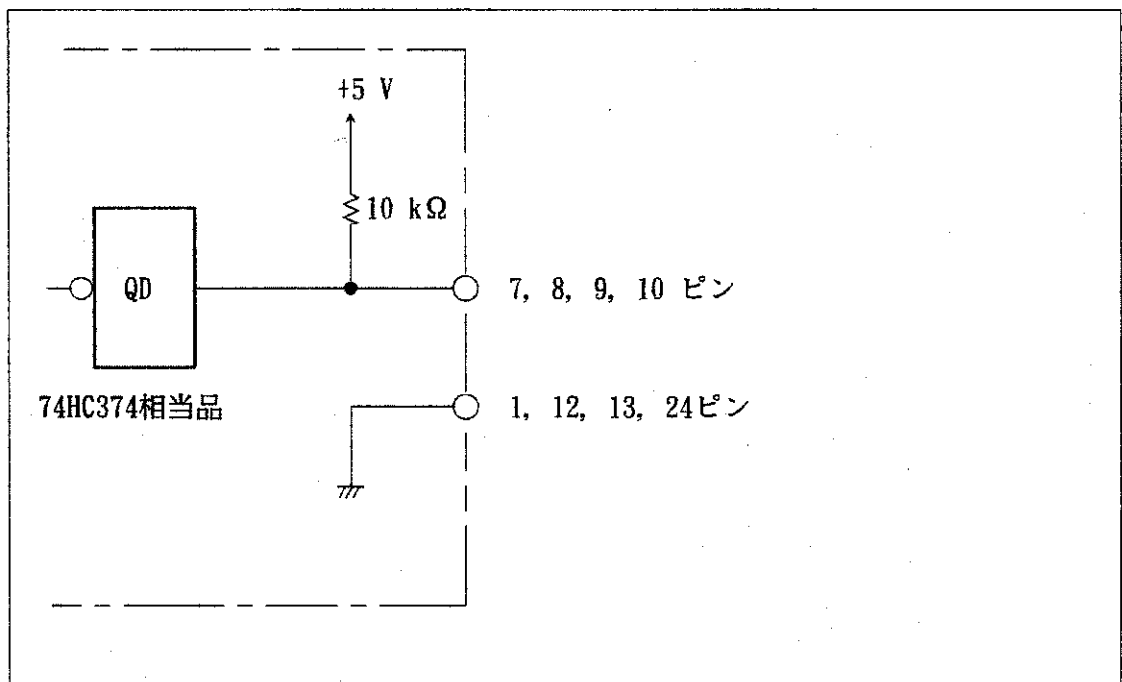

図6-4 *RCA, *RCB, *RCC, *RCD, *STROBE信号の入力回路
*RCA, *RCB, *RCC, *RCD, *STROBE 信号の入力回路を図6-4 に示します。